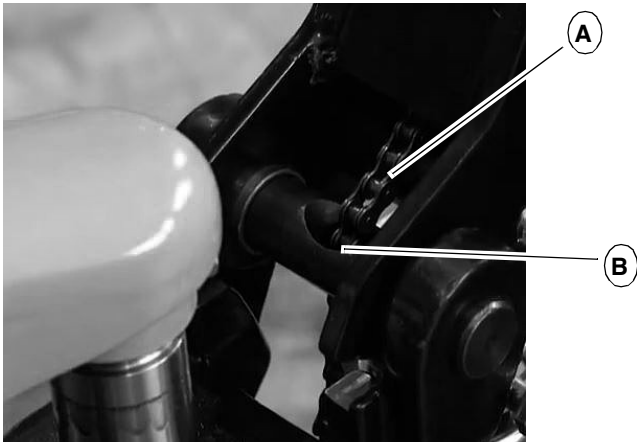

Abb.5-3: Einführen der Kette
- ➔ Kette (A, Abb.5-3) durch die Bohrung der Achse (B, Abb.5-3) einführen.